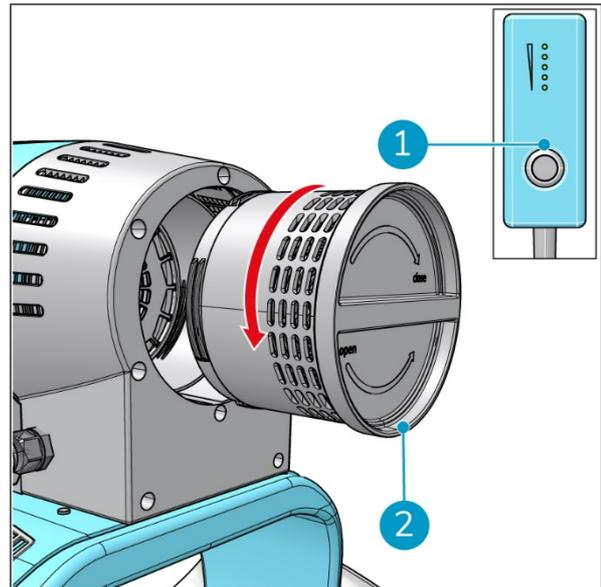

Figura 26
1. Spegnere i-move 2.5B® dall'interruttore ON/OFF (Figura 26, pos 1).
3. Ruotare l'alloggiamento del filtro (Figura 26, pos 2) in senso antiorario per rimuoverlo dalla parte inferiore di i-move 2.5B.